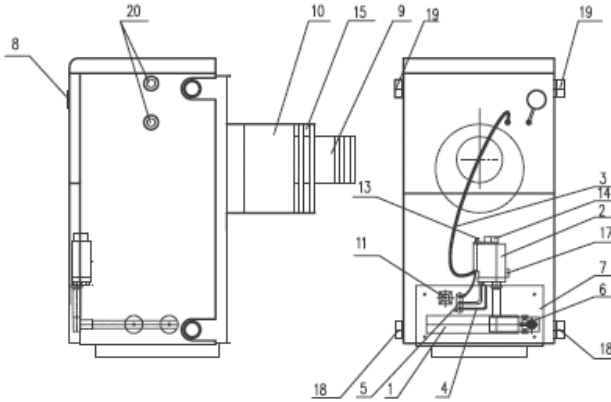
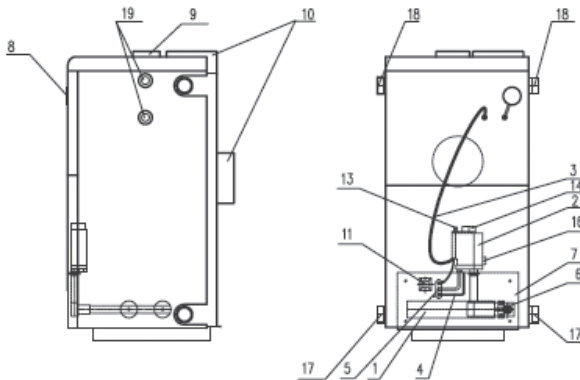

Рис. 1. Устройство котла с коаксиальным трактом
Рис. 2. Устройство котла с раздельным трактом
5.1. Котел имеет закрытую камеру сгорания, т.е. забор воздуха на горение осуществляется снаружи помещения. Для воздухоподачи и удаления продуктов сгорания котел изготавливается с отдельным или коаксиальным дымоотводящим трактом. При коаксиальном выходе котел (рис.1) комплектуется собственным дымоотводящим трактом, который устанавливается через отверстие в наружной стене здания и система дымоудаления не требует дымоходной трубы. При отдельном выходе котел (рис.2) комплектуется секцией воздуховода. Снаружи на конец дымоотводящего тракта или воздуховода устанавливается ветрозащитное устройство-терминал. Котел представляет собой сварную водотрубную конструкцию, образующую по всему периметру водяную рубашку. Для горячего водоснабжения в верхней части водяной рубашки размещается змеевик. Топочная камера имеет внешний проем для установки газогорелочного устройства.